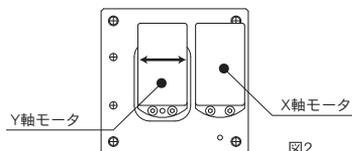

図2
- X-Yステージは、Y軸モータ自身がX軸方向（図2矢印方向）に動きます。周囲干渉にご注意ください。